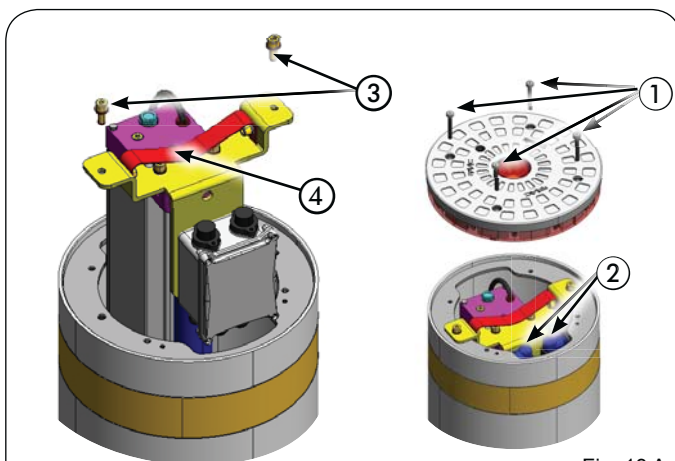

Fig. 13 A
**Através da tampa de preenchimento, com o dissuasor completamente abaixado, verificar o nível do óleo (Fig. 13, referência ⑤). Fechar a tampa exclusivamente com o dissuasor em posição alta.**